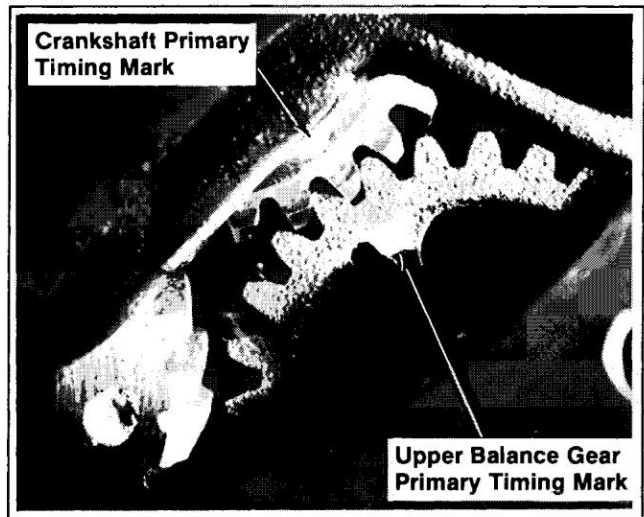

Figure 12-31. Alignement du pignon de vilebrequin/du pignon d'équilibrage supérieur.
- Le repère de calage primaire sur le vilebrequin doit s'aligner avec le repère de calage primaire sur le pignon d'équilibrage supérieur. Reportez-vous à la Figure 12-31.